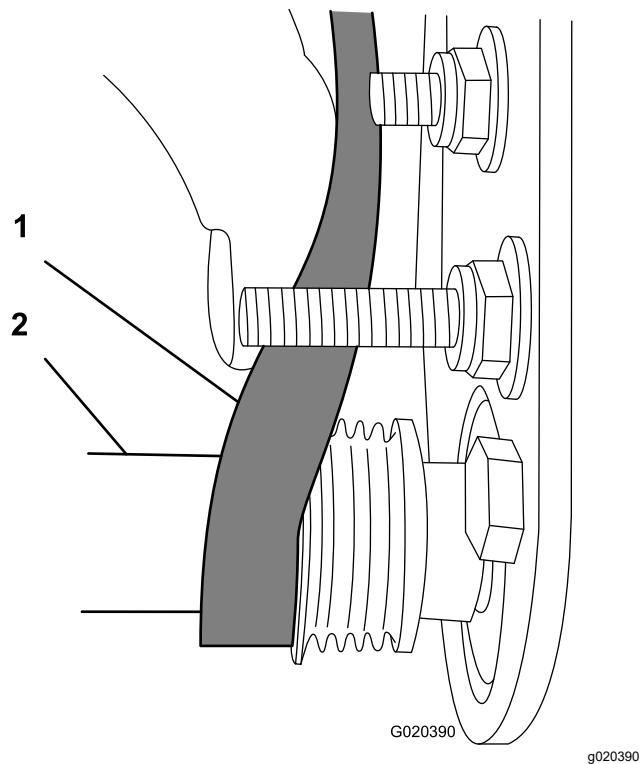

图 15
- 启动从动皮带轮上的皮带 图 15。
- 使用深套管 9/16 英寸旋转滚筒刷组件并把皮带引入从动皮带轮 图 15。